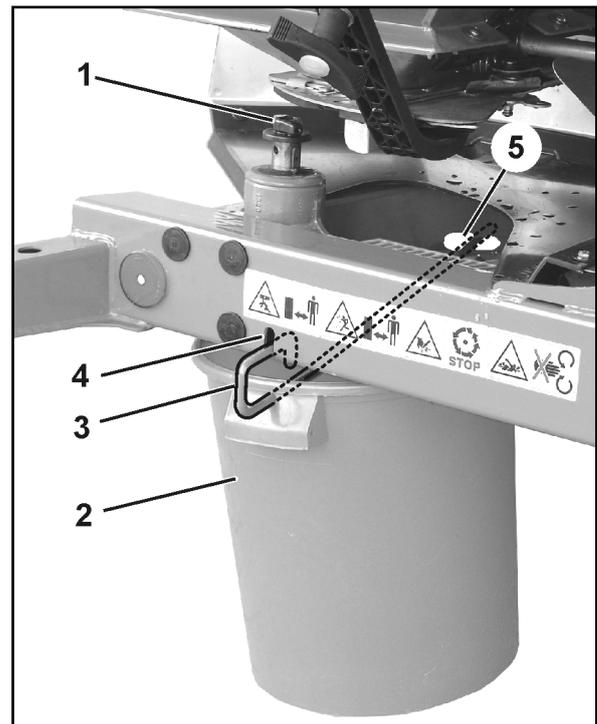

Fig. 53
- 2.1 Flügelschraube (Fig. 53/1) zur Befestigung der Streuscheibe heraus-schrauben und Streuscheibe von Getriebe-welle abziehen.
3. Auffangbehälter (Fig. 53/2) mittels Bügel (Fig. 53/3) in die Aufnahmen (Fig. 53/4 und Fig. 53/5) am Rahmen einhängen.